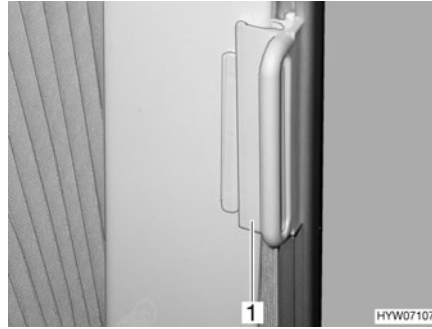

Fig. 22 Bloqueo de los estores plegables para la ventana del conductor/del acompañante
- Empujar los estores plegables para la ventana del conductor y del acompañante con el tirador (Fig. 22,1) sobre la pieza sobrepuesta. El estor plegable queda asegurado.